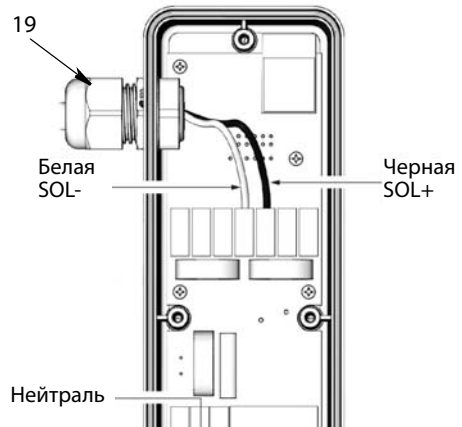

Рис. 37
1. Проведите один конец кабеля через кабельный ввод (19) и в корпус регулятора пневматического насоса (2).
2. Внутри корпуса электроники регулятора (2) подсоедините нейтральный (белый) провод к клемме SOL - (белая) и фазу (черный провод) к клемме SOL + (черная) клеммной колодки (Рис. 37).
4. Затяните кабельный ввод (19) (Рис. 37).